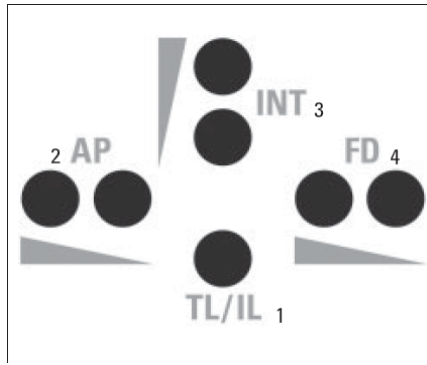

图 2-3 显微镜主机左侧部分功能键
2. 将样品置于载物台上，在明场条件下选择合适的视野。通过显微镜主机右侧的按钮进行调焦，以及显微镜主机左侧的“INT”功能键调节光强。如图 2-3。